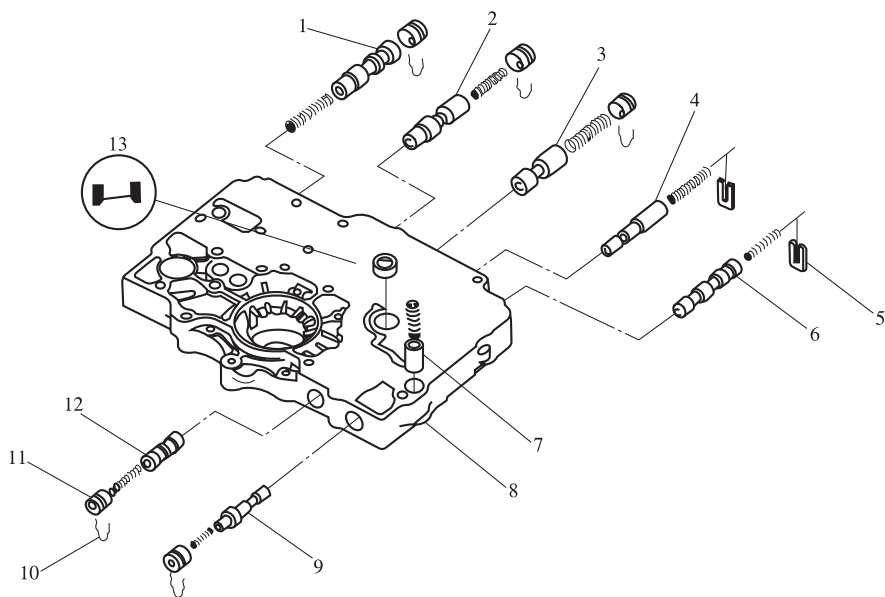

图 2-11 主阀体的分解
- ④ 拆卸起步离合器蓄压弹簧和蓄压阀, 然后拆卸主阀体和定位销。
- ⑤ 拆卸变速器油磁铁, 并清洗干净, 然后装到飞轮壳体上。
- ⑥ 更换 O 形密封圈, 按相反的顺序安装所有零件。
(2) 主阀体的分解、检测和组装
① 拆下阀弹簧座, 阀盖卡子和阀盖, 然后从主阀体上拆下所有的阀和弹簧, 如图 2-11 所示。
- ② 检查所有部件是否磨损或损坏, 如果磨损或损坏, 则更换。
- ③ 检查滤清器, 如果堵塞, 则更换。应按图 2-11 所示的方向安装滤清器。
④ 用溶剂或化油器清洗剂彻底清洗所有零件, 用压缩空气吹干, 清除所有油道中的杂质。
⑤ 按表 2-1 的要求检查弹簧, 如果与标准不相符, 则应更换。
⑥ 组装主阀体时, 先在所有零件上涂 ATF, 然后按照与拆卸时相反的顺序进行组装。
⑦ 安装有阀盖的阀时, 将阀和弹簧安装到阀体上, 并安装阀盖, 然后使用阀盖卡子固定阀盖。
⑧ 安装有弹簧座的阀时, 将阀和弹簧安装到阀体上, 用螺丝刀将阀弹簧推入, 然后安装弹簧座。